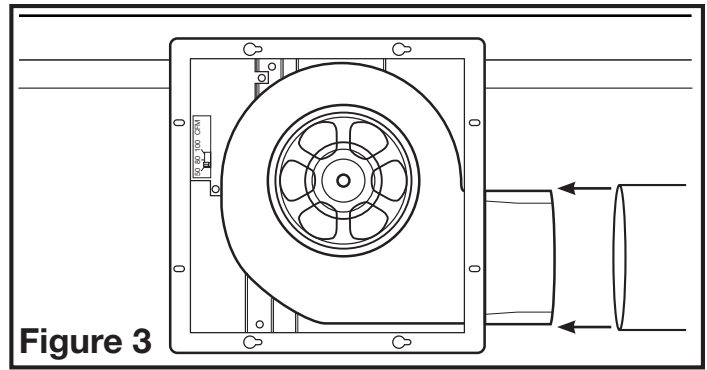

Figure 3
- Connectez le conduit (non inclus) au collier de conduit du ventilateur en pressant un conduit rigide rond standard de 4 po (préféré) ou un conduit flexible de 4" pour former une forme ovale (**Figure 3**). Fixer en place à l'aide de ruban ou de serre-joint (non inclus) le rendre hermétique. Toujours évacuer le ventilateur vers l'extérieur au travers de chapeau mural ou de toit (non inclus). Il est recommandé que les raccords d'extrémité basse de restriction sont utilisées.